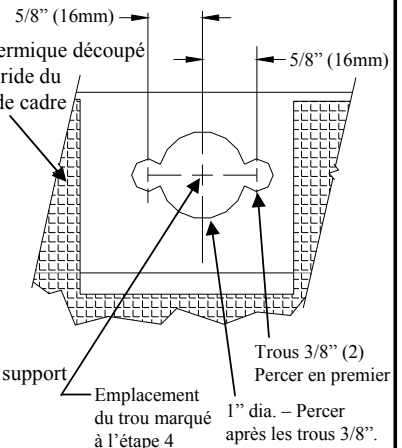

Figure 2
①	Qté (2)	Boulon hexagonal – 1/2-13 x 1.50 GR5	④	Qté (2)	Bloc – 1/4 x 1 x 3 (trou carré)
②	Qté (4)	Bloc – 1/4 x 1 x 2	⑤	Qté (4)	Rondelle frein – 1/2"
③	Qté (2)	Boulon de carrosserie – 1/2-13 x 1.75 GR5	⑥	Qté (4)	Écrou hexagonal – 1/2-13
1. Abaisser le support d'échappement côté passager en ôtant les deux (2) boulons qui fixent la ferrure du support d'échappement au cadre. Conserver les boulons en vue de la réinstallation.
5. Abaisser l'attelage. Percer des trous d'accès dans les longerons aux endroits marqués à l'étape 4 (voir la figure 2).